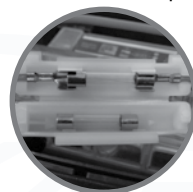

Imagen 13. Fusible.
2. Localizar el portafusible en un costado de la batería. Ver imagen 13.